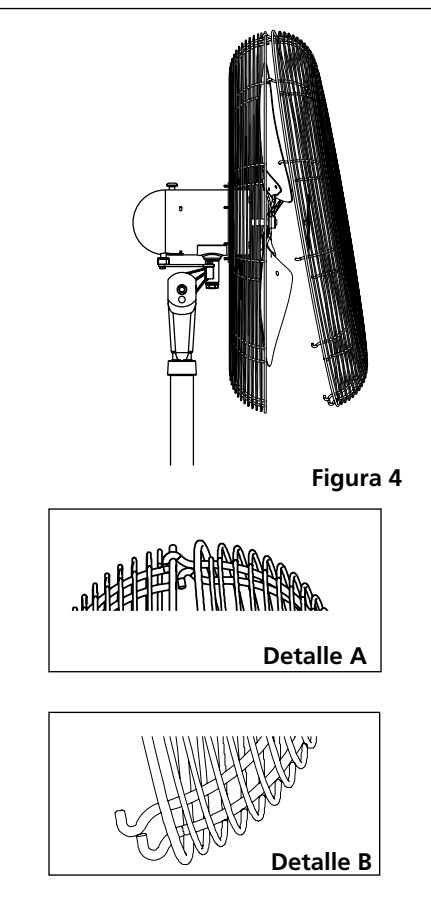

Figura 4
3. Sostenga la parrilla anterior de manera que el nombre, que se encuentra en la parte media, quede ubicado con el lado correcto hacia arriba y de forma nivelada hacia los lados. Empezando por la parte superior: Fije la parrilla anterior a la posterior deslizando los ganchos de alambre en la parrilla anterior sobre los anillos periféricos de la parrilla posterior. **(Figura 4 / Detalle A).** Los ganchos en la parte más baja, requerirán que se utilice un destornillador de cabeza plana para terminar el ensamblado. Póngase de pie detrás del ventilador. Deslice la parte plana del destornillador entre las parrillas anterior y posterior, cerca de uno de los ganchos sin fijar. **(Figura 4 / Detalle B).** Tire del mango del destornillador hacia arriba, hacia la parrilla posterior. Deslice el gancho de la parrilla anterior sobre el anillo periférico de la parrilla posterior empujándolo. Repita el procedimiento con los demás ganchos.